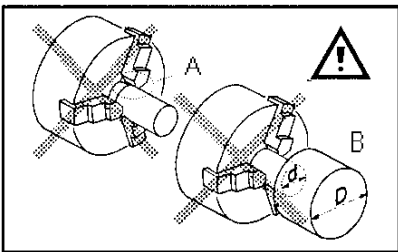

Fig 6
Eviter un serrage court (A, Fig 6) ou le serrage sur un petit diamètre (B).